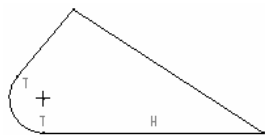

图 4.16.2 打开约束符号
Step2. 调整显示状态,如图 4.16.2 所示。
(1) 关闭尺寸显示。取消选中  按钮中的  显示尺寸 复选框。
(2) 打开约束符号的显示。选中  按钮中的  显示约束 复选框。